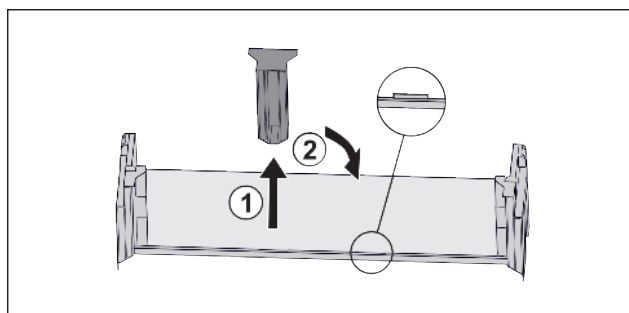

Fig. 18\*
- ▶ Снимите среднюю поддерживающую деталь Fig. 18 (1).\*
- ▶ Вставьте среднюю поддерживающую деталь во вторую позицию Fig. 18 (2).\*